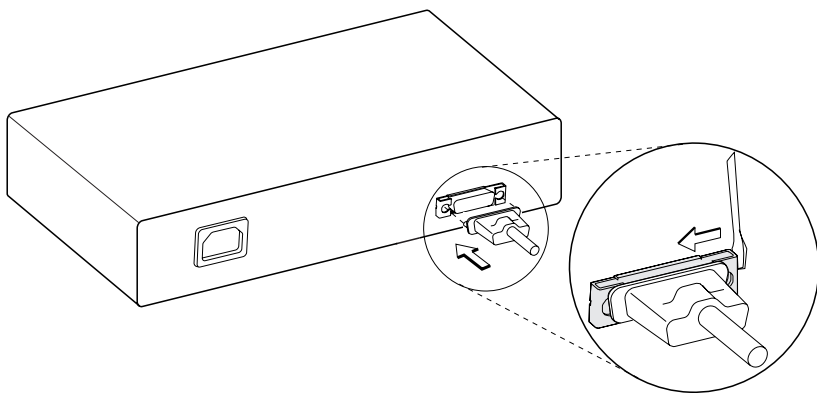

图 2-6. 按动 AUI 端口上的滑动锁栓(仅用于型号 016)
- 2 要将 AUI 电缆(或者 10BASE5、10BASE2 或 10BASE-F 收发器)固定到集线器的 AUI 端口上，将 AUI 端口上的滑动锁栓推向左边。查看第2-11页的图2-6上有关如何按动锁栓的说明。